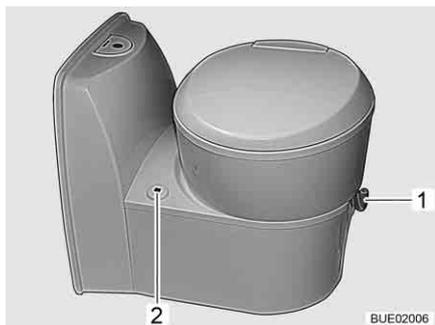

Fig. 201 Taza del inodoro Thetford, basculable (Averso)
- Antes del lavado, abrir la corredera del inodoro Thetford. Para ello, empujar la palanca de corredera (Fig. 201,1) en sentido contrario a las agujas del reloj.
El indicador de nivel de llenado (Fig. 201,2) indicará cuando es necesario vaciar el cassette Thetford.